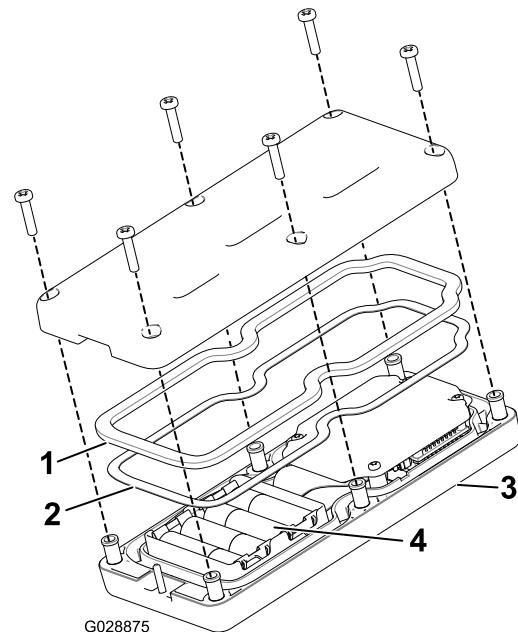

Figura 21
2. Inserite le batterie nel portabatteria rispettando la polarità. Nel portabatteria sono marcati in rilievo i simboli della polarità di ogni terminazione (Figura 21).
3. Assicuratevi che la guarnizione in acciaio e la tenuta di gomma siano in sede nel canale del telecomando e riposizionate il coperchio posteriore (Figura 21).
- Fissate il coperchio con 6 viti (Figura 21) e serratele a una coppia di 1,5-1,7 N·m.